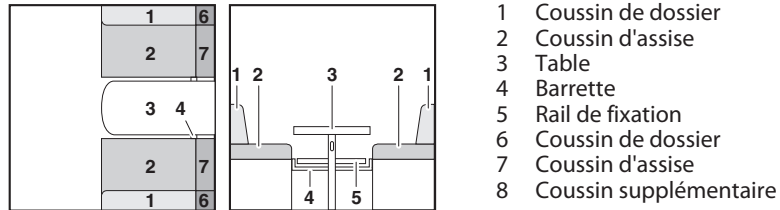

Fig. 145 Avant la transformation
- Convertir la table (Fig. 145,3) en sommier de lit (voir paragraphe 7.9).
- Insérer la barrette (Fig. 145,4) ou tirer vers l'intérieur. La barrette est positionnée correctement si elle maintient le plateau de table environ 15 - 20 cm derrière le pied de table.